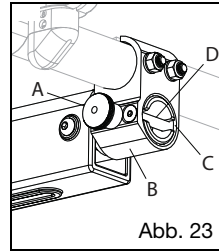

Abb. 23
1. Zum Entfernen ziehen Sie den Freigabeknopf (Abb. 23:A), um den Verriegelungsstift zu lösen und die Baugruppe aus der zylindrischen Halterung herauszuschieben.
2. Zum Einsetzen der Baugruppe ziehen Sie den Freigabeknopf (Abb. 23:A) und führen Sie die Baugruppe in die zylindrische Halterung ein (Abb. 23:B).
3. Drehen Sie die Baugruppe in der Halterung, um den Schlitz (Abb. 23:C) und den Querstift (Abb. 23:D) auszurichten.
4. Lassen Sie den Knopf los (Abb. 23:A).